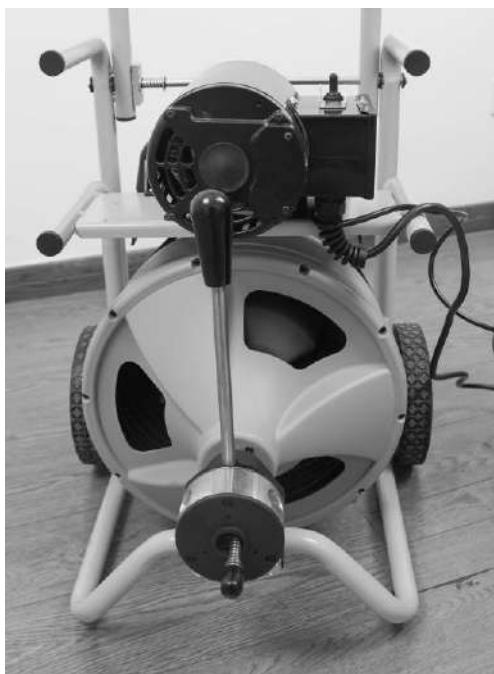

Рис. 7
2. Рукой, на которую надета перчатка, захватите выпущенный трос примерно посередине. Рука в перчатке должна находиться на тросе, чтобы управлять им и поддерживать его. Ненадлежащая опора троса может привести к его перекручиванию или перегибу, что может повредить трос или травмировать оператора. Убедитесь, что в канализационной трубе находится, по крайней мере, два фута (0.6м) троса прочистной машины. Положите другую руку на рычаг подачи троса. Рычаг подачи должен находиться в нейтральном положении (вертикально) (см.рис. 7).